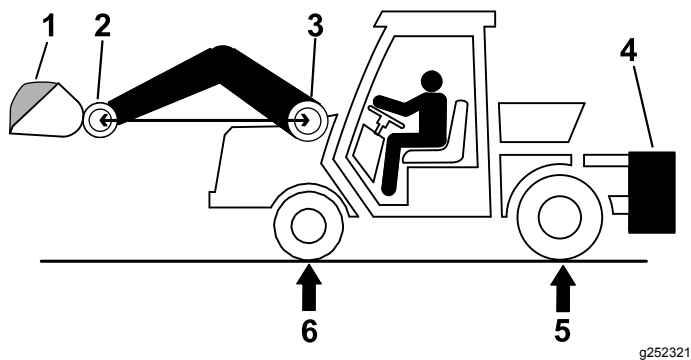

Bild 30
1. Beladen Sie die Ladeschaufel vollständig, heben Sie die Schaufel in die äußerste Position nach vorne an, wie in **Bild 30** dargestellt.
2. Ermitteln Sie mittels einer Waage das Gesamtgewicht des Fahrzeugs (GVW) an der Vorder- und Hinterachse, wobei der Lader soweit angehoben ist, dass der Schaufelbolzen auf gleicher Höhe wie der Auslegerbolzen (**Bild 30**) liegt.
Hinweis: Ist R **kleiner** als das erforderliche Hinterachsgewicht (RRAW), ist kein Ballast erforderlich (**Bild 30**).